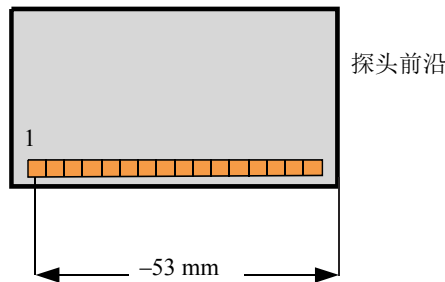

图 4-4 探头参考点的测量
- a) 在**参考点**按钮中，输入探头参考点，即探头前沿到探头第一晶片中心之间的距离（参见第 85 页的图 4-4）。